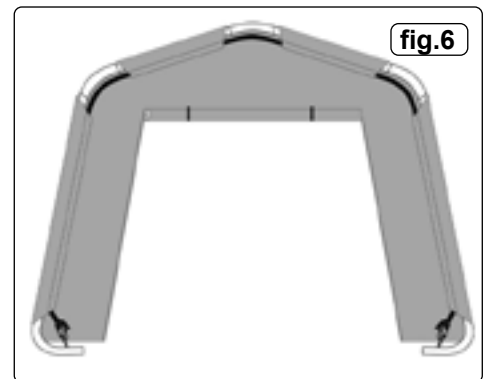

fig.6
**5.3.1. FRONT AND REAR DOORS (fig.6)**